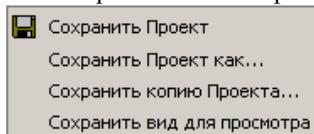

Рис. 3.22
2. Сохранить данные предварительно выбранного проекта можно при помощи команд контекстного меню (рис. 3.22) в окне **Проекты**.